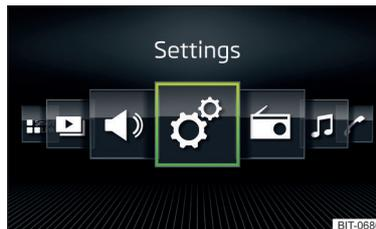

Fig. 124
- Seleccionar la opción Visualización de la trama » fig. 123 o Visualización horizontal » fig. 124.